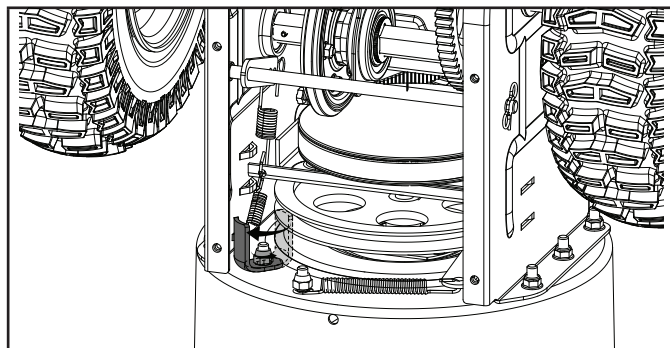

Figure 27A
7. Glissez la nouvelle courroie de vis sans fin dans le compartiment depuis le bas de la souffleuse à neige en plaçant autour du bas de la poulie d'entraînement de la tarière et glissant autour de la poulie avant le moteur. Assurez-vous que la courroie est positionnée entre le bas garde-courroie et bas de la poulie d'entraînement de la tarière. Tu peux besoin d'enlever le boulon maintenant le protège-courroie inférieur en place pour asseoir correctement la courroie dans la poulie, remplacez le protège-courroie et boulon après l'installation de la courroie dans la poulie (figure 27A / B).